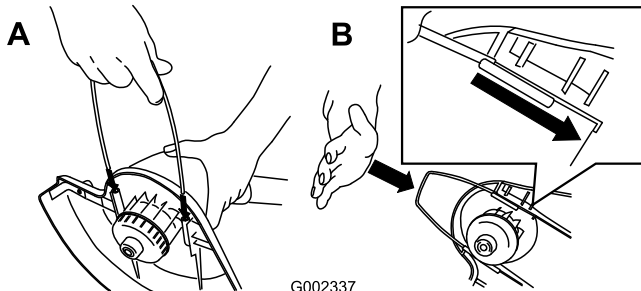

Figure 3
4. Montez le guide-fil métallique (Figure 3) (modèle n° 51348 uniquement).